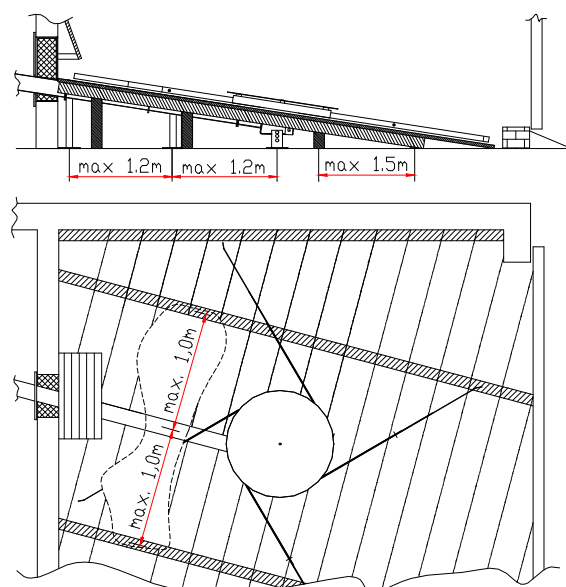

Abb.11
16. Bei Hackgutbetrieb ist ein Schrägboden nicht zwingend erforderlich. Bei Korn- oder Pelletsbetrieb muss jedoch ein Schrägboden eingebaut werden. Schrägböden aus Holz oder Beton sind bauseits zu errichten. Bei Holzschrägböden ist die Verbreterung aus 3 cm starken gehobelten Brettern oder Leimschichtplatten zu fertigen. Die Unterkonstruktion aus 10 x 10 cm Kantholzaufbau laut Abb.11. anfertigen. Die Stützen müssen auf Beton oder Blechen stehen. Der Abstand der Federarme zum Schrägboden muss 15-20 mm betragen. Bei Schrägböden aus Beton 2-3 cm Abstand zum Schneckenkanal.